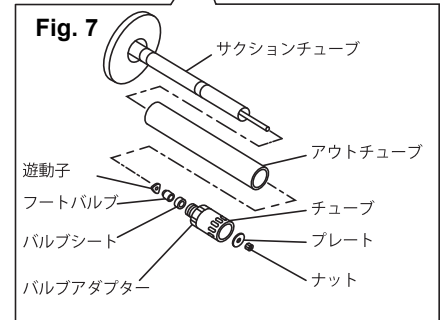

Fig. 7
- 6) アウトチューブを引出します。もし、バルブアダプターのみ外れてしまう場合は、プレートを固定しているナットのネジを戻し、プレートを外してください。その後、アウトチューブを外し、サクシオンチューブのローレット部分にパイプレンチを掛けてねじ戻します。そして、前5)項と同様ピンを抜きユニオンのネジを戻しますと下ポンプが分離できます。(Fig. 7)